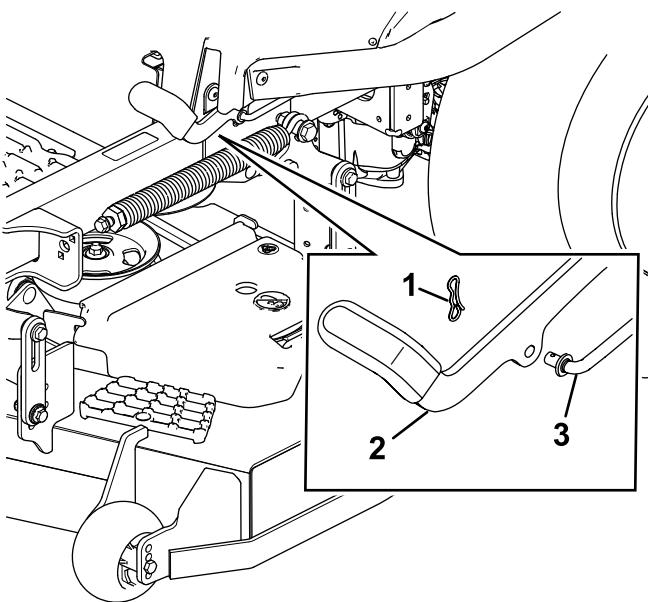

Figura 83
6. Si es necesario un ajuste, quite el freno de estacionamiento. Retire el pasador del eje del acoplamiento del freno (Figura 83).